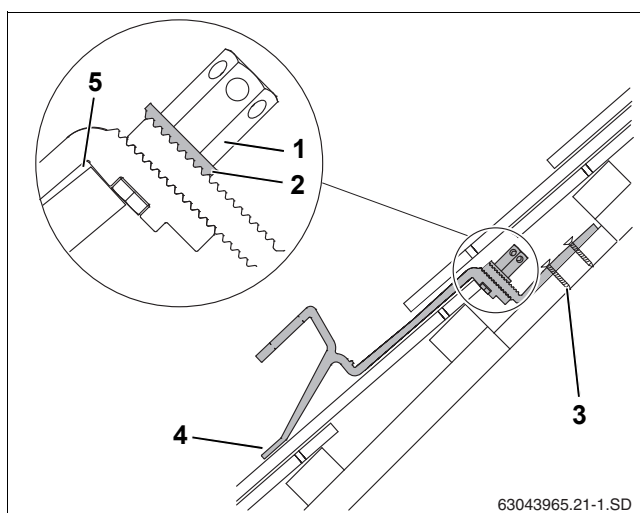

Рис. 19 Установленный кровельный крюк - разрез с обрезанной нижней частью
- ▶ Установите переднюю подпорку на черепицу таким образом, чтобы она при нагрузке прилежала к ней (рис. 19, [4]).
При этом должен быть зазор между кровельным крюком и верхним краем черепицы (рис. 19, [5]). При необходимости подгоните черепицу сверху.
Зубчатая подкладная шайба (рис. 19, [2]) должна войти в зацепление с нижней частью кровельного крюка.
- ▶ Затяните высокие гайки (рис. 19, [1]). Для этого вставьте ключ SW 5 в отверстие гайки и поверните его.
- ▶ Нижнюю часть кровельного крюка прикрепить к стропилам или доскам/брусу минимум в первом (рис. 19, [3]) и втором отверстии соответствующими шурупами.